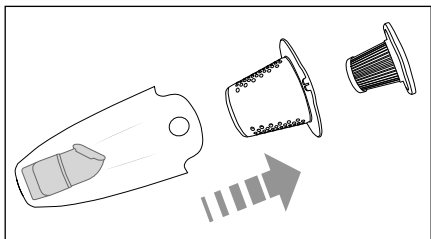

Fig. 5
- 3) Retire el filtro EPA **7** y el filtro grueso **8** del depósito de suciedad **9** (fig. 5). Sacuda ambos filtros **7/8** sobre el cubo de la basura. En caso necesario, puede enjuagar los filtros **7/8** con agua limpia. Tras esto, deje que los filtros **7/8** se sequen completamente al aire antes de volver a insertarlos.